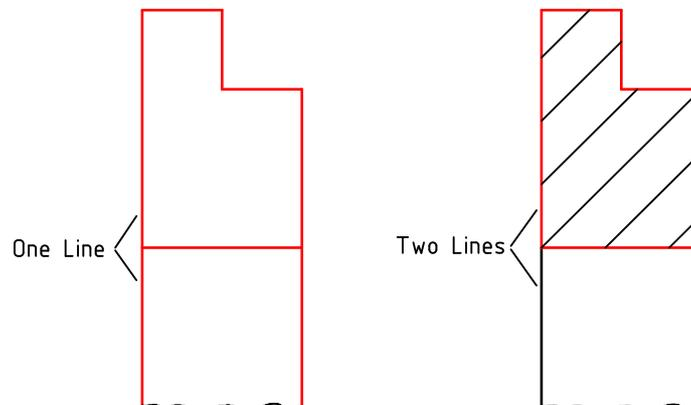

Abbildung 44: Vorbereitung der zu schraffierenden Fläche.
1. Bereiten Sie die Objekte, welche die Fläche einschliessen so vor, dass sie eine vollständig geschlossene Kontur bilden. Die Kontur muss so geschlossen sein, dass ein Objekt ans andere anschliesst wie in der rechten Darstellung in Abbildung 44 gezeigt.